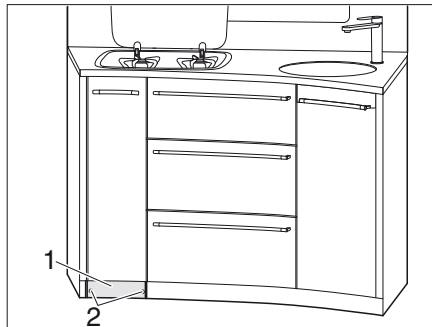

Bild 131 Skruva av sockel
- Skruva av 2 skruvar (Bild 131,2) på sockeln (Bild 131,1).
- Ta av sockeln (Bild 131,1).